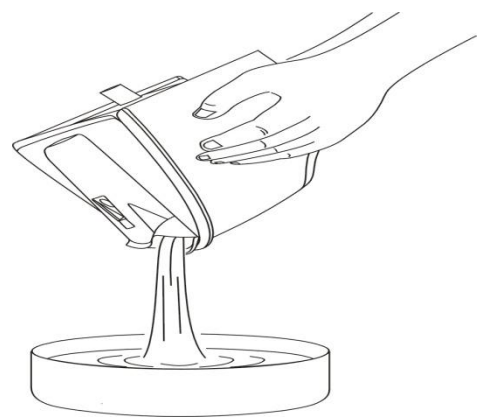

Fig.10
4. Esvazie a água no depósito segurando -o de cabeça para baixo como fig.10